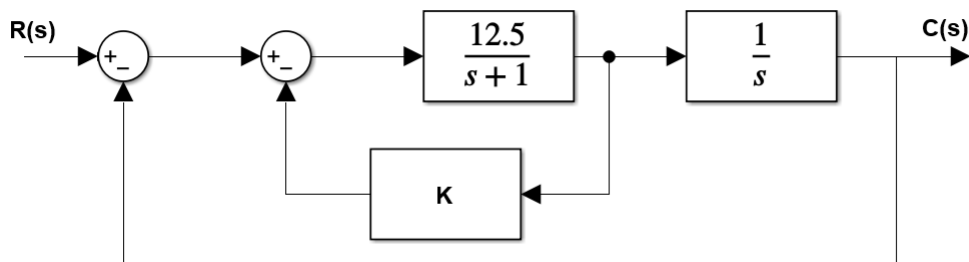

Figura 4: Sistema de controle com retroalimentação de tacômetro. (Questão 11).
11. Implemente o diagrama de blocos no MATLAB por meio de um script e também no Simulink do sistema de controle de retroalimentação de um tacômetro, conforme mostrado na Figura 4. Obtenha as curvas de resposta ao degrau unitário para cinco valores diferentes da variável de retroalimentação do tacômetro, a saber: $k = 0.1, 0.2, 0.3, 0.4$ e 0.5 .